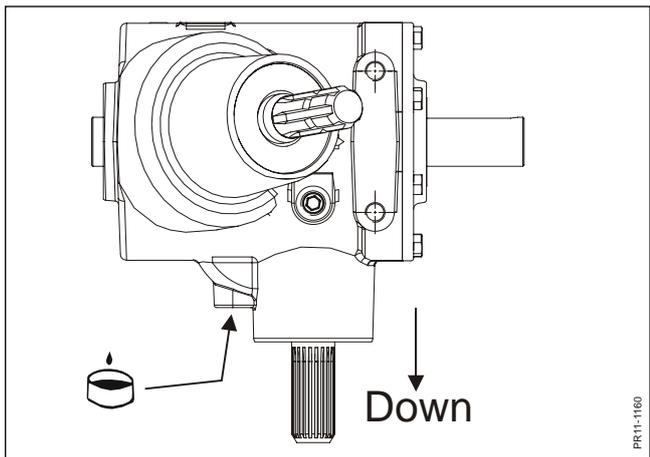

Fig. 5-8
- Fig. 5-8 **Vidange:**  La première vidange doit être effectuée après 50 heures de travail et ensuite toutes les 500 heures ou au moins une fois par saison.